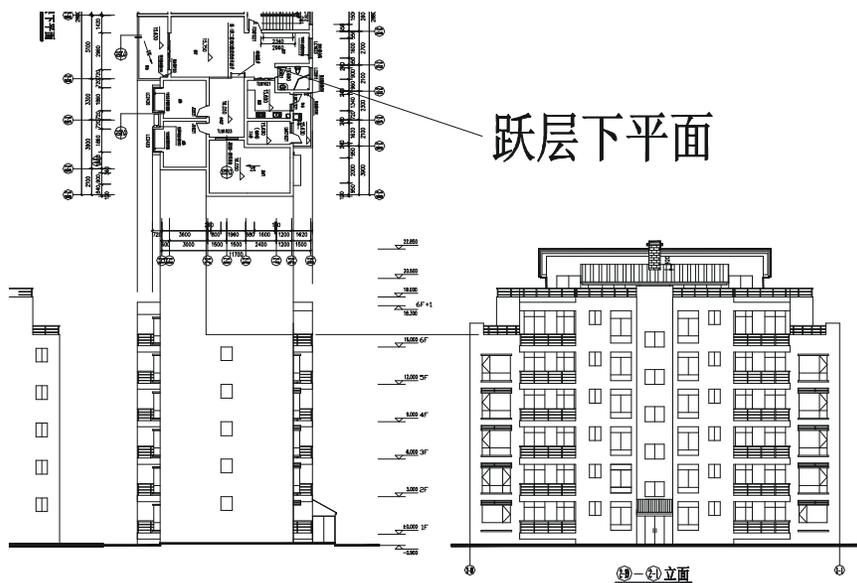

图 12-1-67
**STEP 25** 使用复制命令 COPY 将跃层的下平面复制一份，并使用旋转命令 ROTATE (RO) 将其旋转-90°，再使用移动命令 MOVE 将其与侧立面对齐，如图 12-1-67 所示。
**STEP 26** 使用绘制直线命令 LINE 从右边①-B—②-1立面第六层的屋顶平台绘制一条辅助线，并使用修剪命令 TRIM 对其进行修剪，如图 12-1-67 所示。